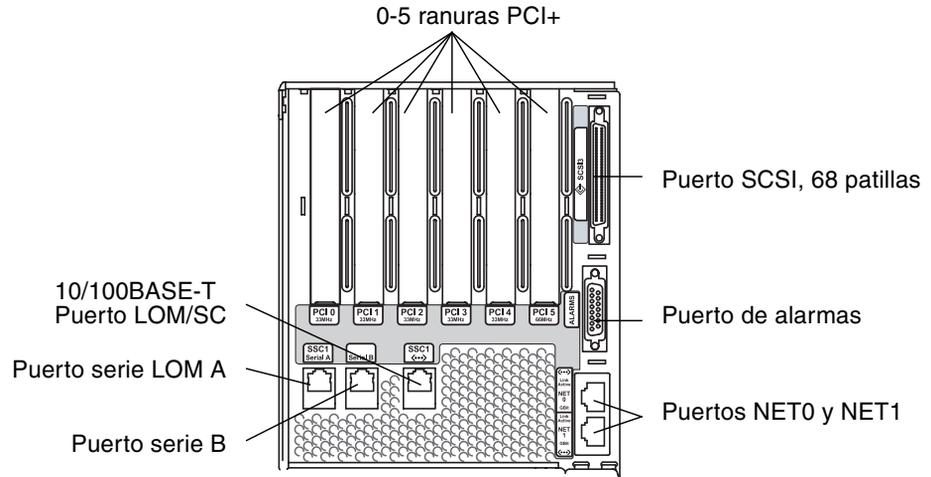

FIGURA 1-26 Ubicación del controlador del sistema y los ensamblajes de E/S
1. Conecte la consola administrativa al puerto LOM serie A (FIGURA 1-26).
1. Conecte el puerto Ethernet 10/100BASE-T LOM a la consola administrativa seleccionada (hub local, enrutador o interruptor) (FIGURA 1-26).
1. Conecte un extremo del cable Ethernet de E/S al puerto Ethernet NET0/NET1 (FIGURA 1-26).
1. **Conecte un terminal al puerto serie de la tarjeta del controlador del sistema** (FIGURA 1-26).